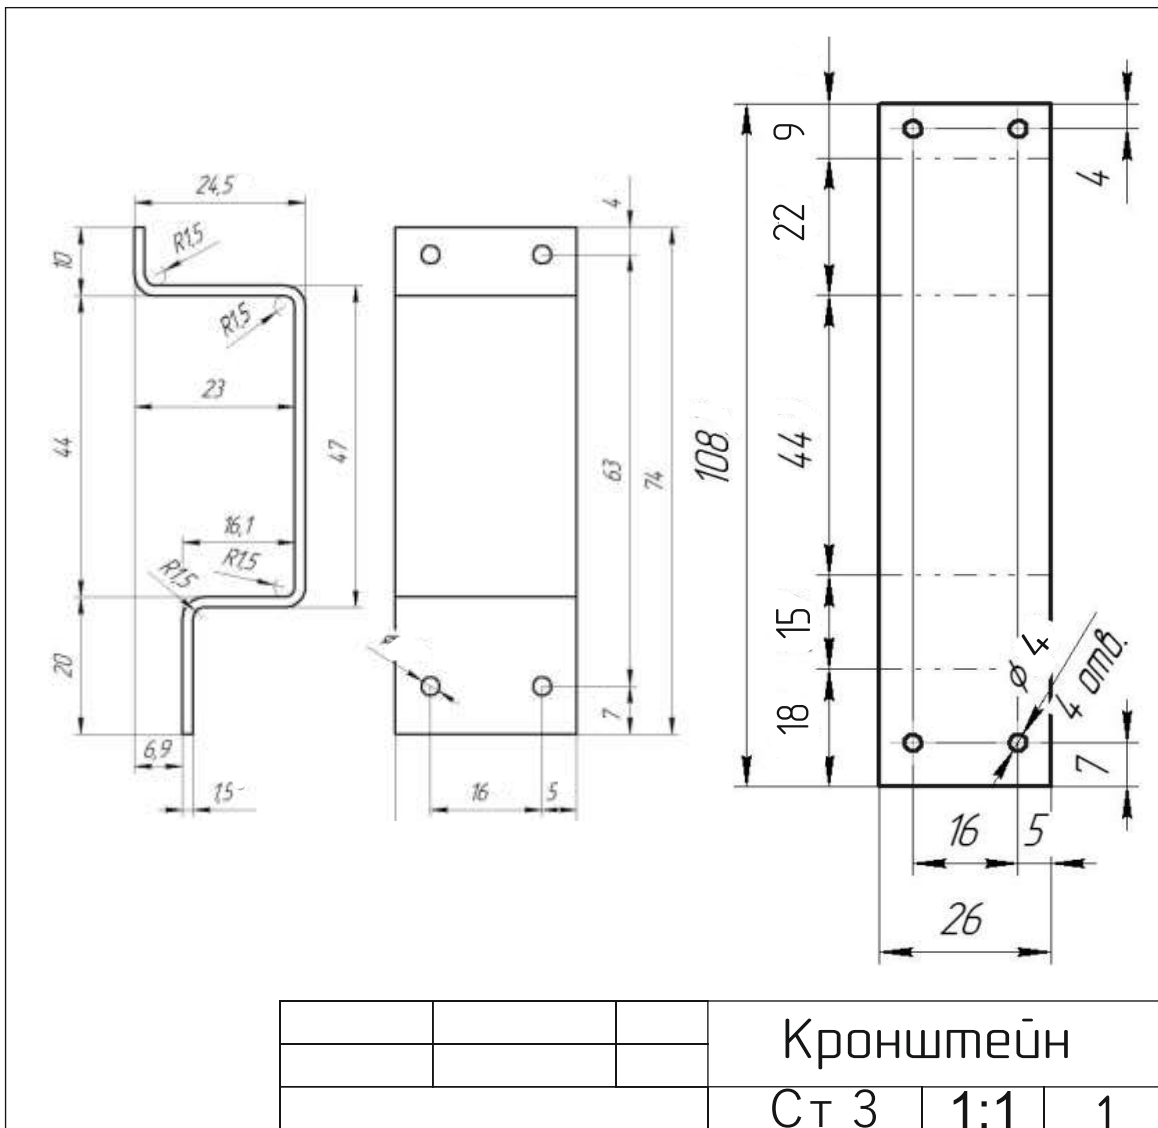

Рис. 1. Чертеж Кронштейн
2. По чертежу изготовить Кронштейн (рис. 1).